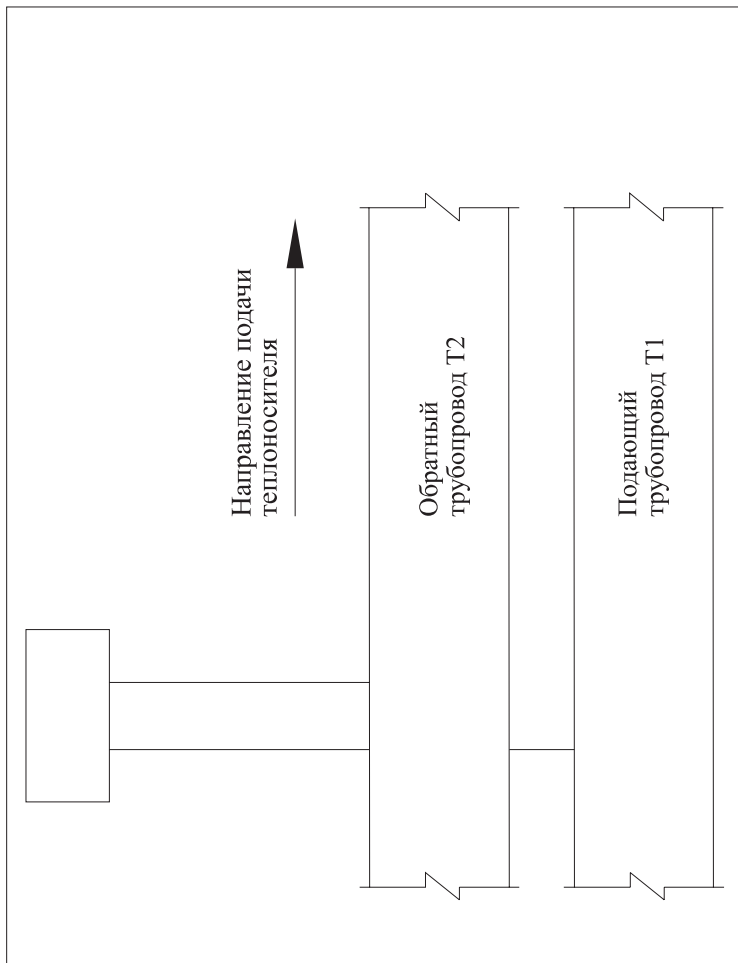
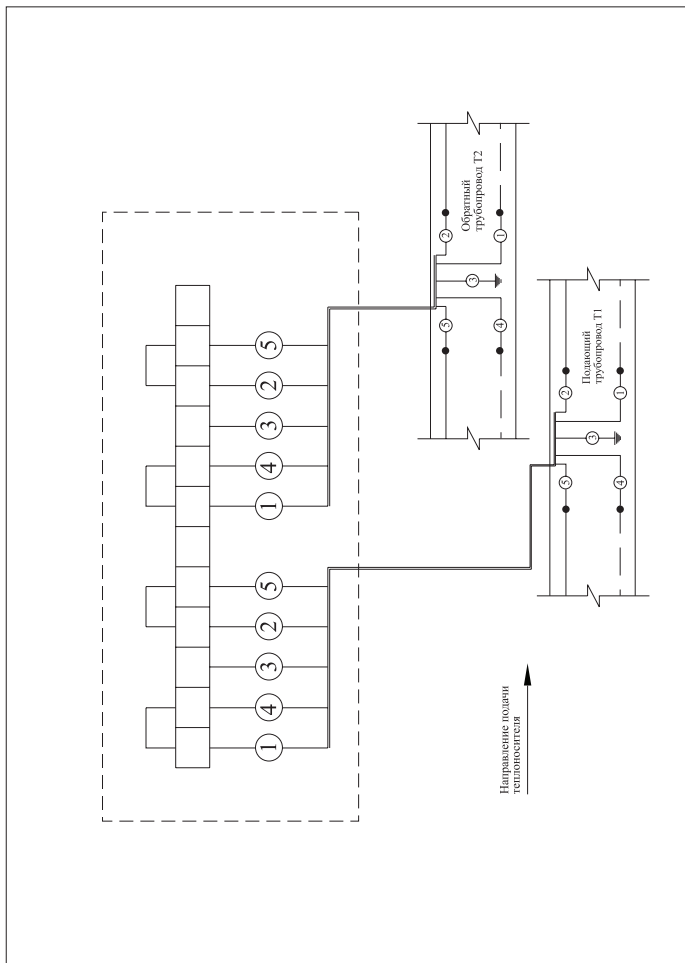
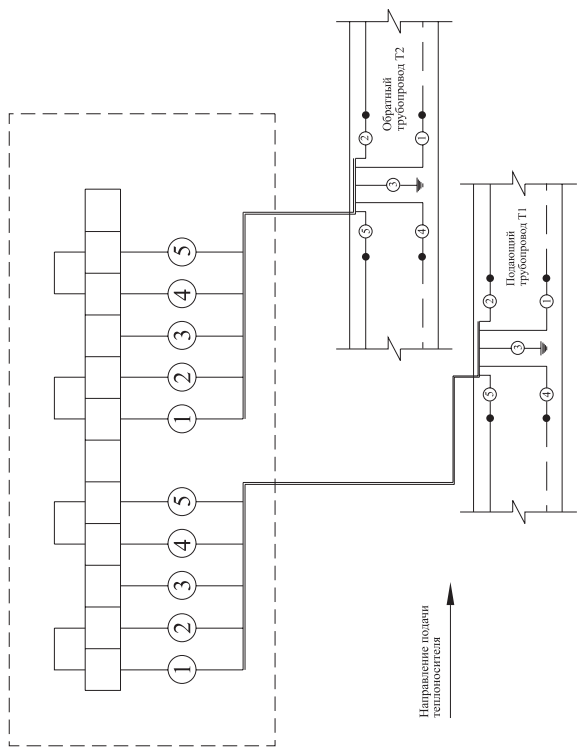
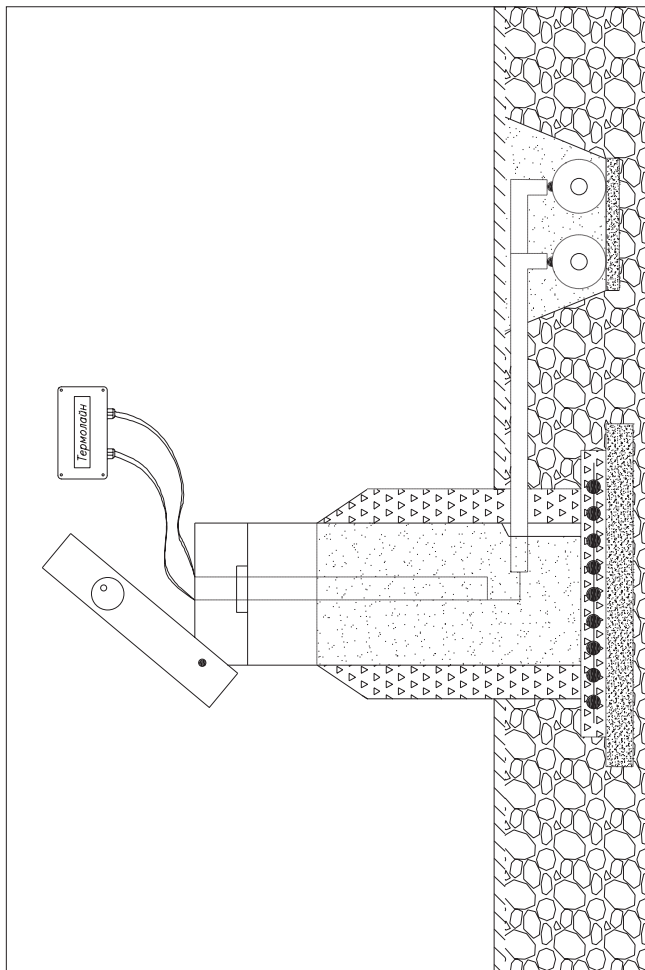

Рис. 2 «Соединение и разъединение системы ОДК в промежуточной точке»
Рис. 3 «Соединение одной двухтрубной системы ОДК»
Рис. 4 «Разъединение/закольцовка одной двухтрубной системы ОДК»
Рис. 5 «Установка терминала в наземном ковре»
- Рис. 2, 3
- 2.2. Разъединение/закольцовка одной двухтрубной системы ОДК в промежуточной точке контроля - Рис. 2, 4.
на принципиальной схеме (Рис. 2)	на электрической схеме (Рис. 3, 4)
Подключение терминала к системе оперативного дистанционного контроля производить в соответствии с монтажной (**Рис. 5**) и электрической схемой (**Рис. 3, Рис. 4**).
5. При помощи отвертки зафиксировать внутренние перемычки **1** и провода **6** в клеммной планке **2**. Порядок соединения проводов указан на электрических схемах – **Рис. 3, Рис. 4**.
6. Для соединения системы ОДК монтаж проводников внутри терминала осуществлять по электрической схеме – **Рис. 3**.
7. Для разъединения/закольцовки системы ОДК монтаж проводников внутри терминала осуществлять по электрической схеме – **Рис. 4**.
4. Установить провода **6** в клеммную планку **2** на прежнее место (в соответствии с электрической схемой – **Рис. 3** или **Рис. 4**).
5. При необходимости соединения системы ОДК в терминале – коммутацию проводников проводить по электрической схеме **Рис. 3**.
6. При необходимости разъединения системы ОДК в терминале – коммутацию проводников проводить по электрической схеме **Рис. 4**.